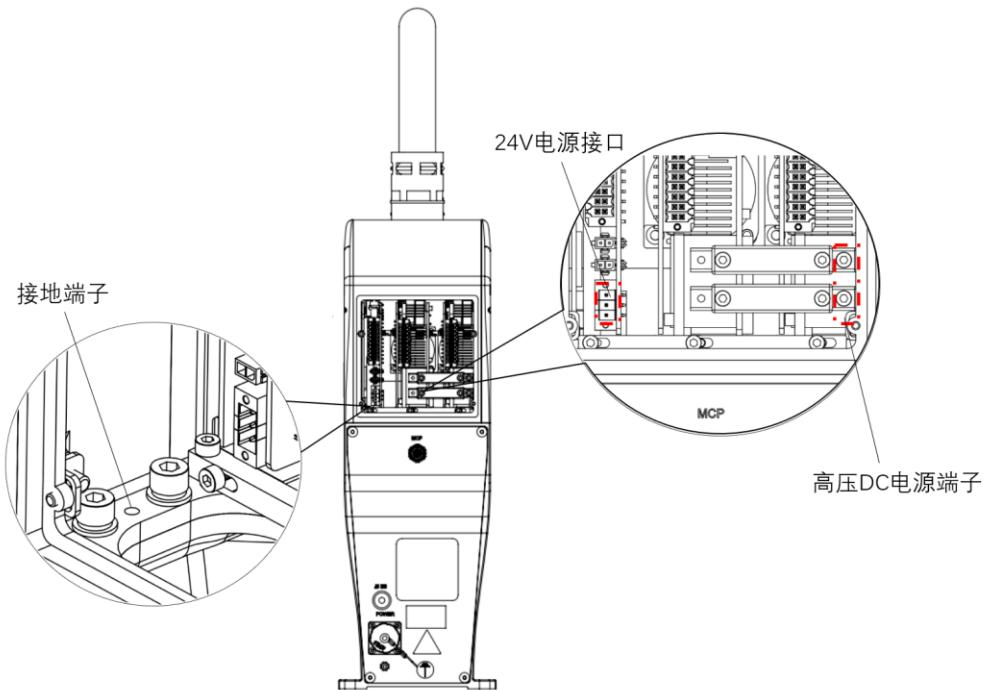

图 4-14 解开上控制柜接插件及相关端子
**步骤2** 参考 4.4 章节拆卸上控制柜接口面板，解开上控制柜中控制器上的 24V 电源接口和高压 DC 电源端子，松开接地端子，如图 4-14 所示。